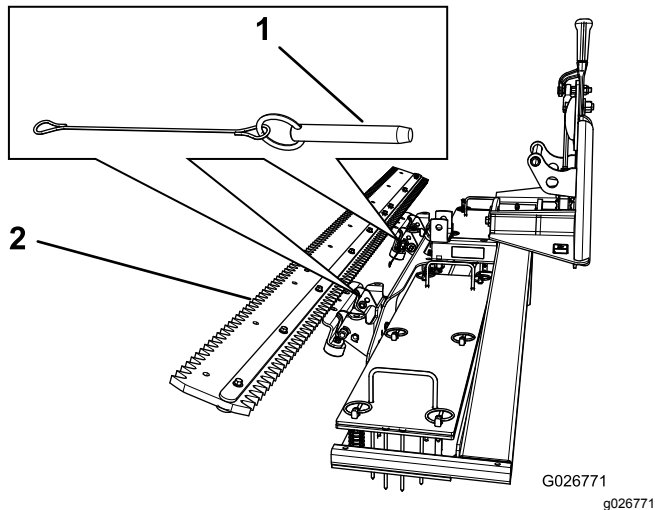

Figura 11
1. Retire los 2 pasadores (Figura 11).
2. Pivote el groomer hacia arriba, e introduzca los pasadores para sujetarlo en esa posición (Figura 11).